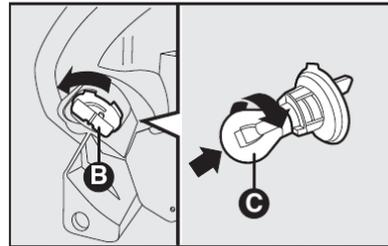

fig. 21
- Retirar o porta-lâmpada **B-fig. 21** de sua sede girando-o no sentido anti-horário;
- Extrair a lâmpada **C-fig. 21** empurrando-a ligeiramente e girando-a em sentido anti-horário (bloqueio a "baioneta") e substituí-la;
- Substituir a lâmpada **C-fig. 21**;